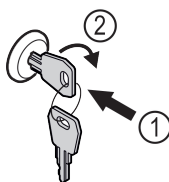

Fig. 57
- ▶ Vajutage võti sisse Fig. 57 (1).
- ▶ Keerake võtit 90° päripäeva Fig. 57 (2).